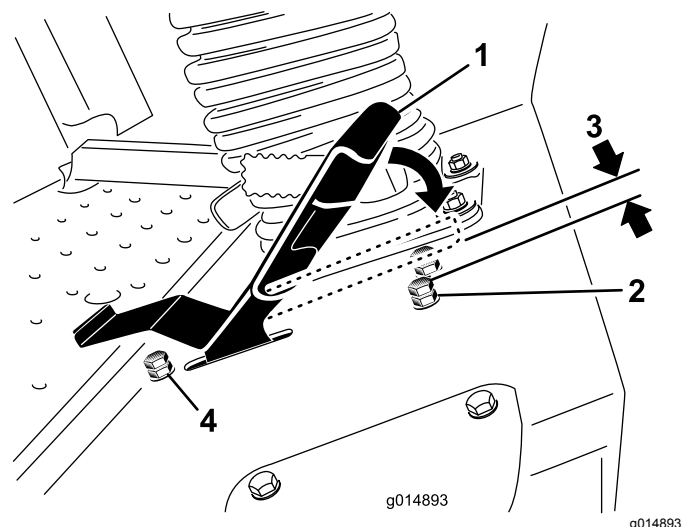

Figura 47
3. Afloje la contratuerca del perno de tope del pedal de tracción (Figura 47).